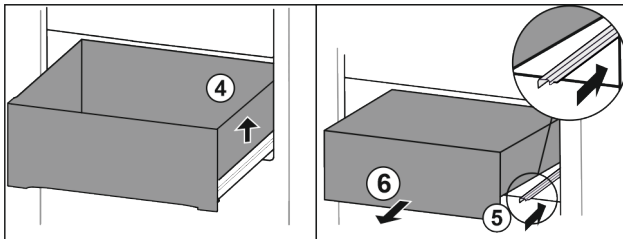

Fig. 93
- ▶ Sollevare il cassetto a destra. Fig. 93 (4)
- ▶ Inserire la guida destra. Fig. 93 (5)
- ▶ Rimuovere il cassetto tirandolo in avanti. Fig. 93 (6)